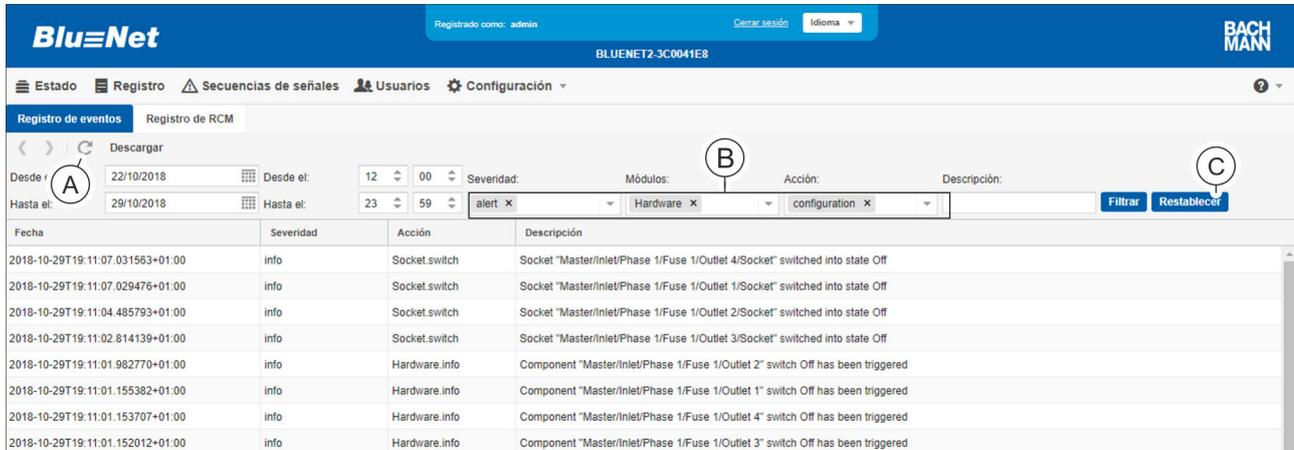

Fig. 123: Borrar un filtro
1. ➤ Borre el filtro con el botón **x** del filtro correspondiente (Fig. 123/ⓑ). Como alternativa, puede borrar todos los filtros con el botón "Restablecer" (Fig. 123/ⓒ).
2. ➤ Haga clic en el botón **↺** (Fig. 123/ⓐ).